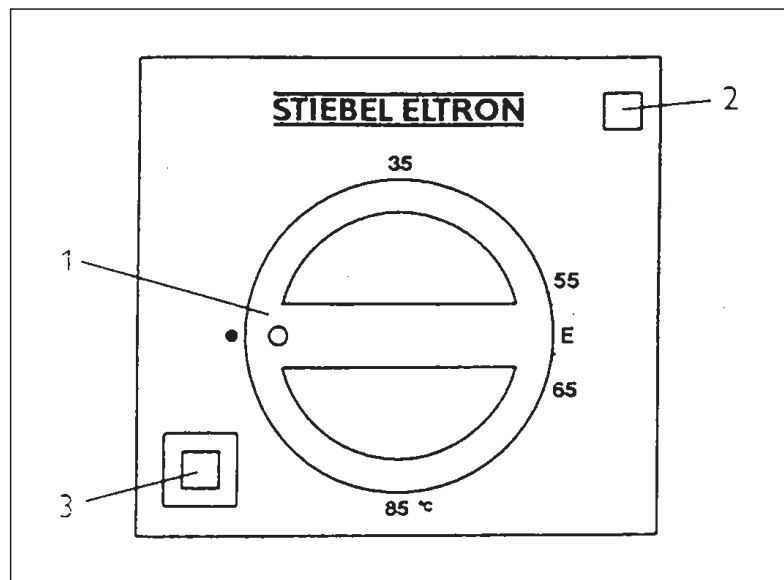

Fig. 2
Ajuste de la temperatura sin solución de continuidad desde aprox. 35 hasta aprox. 85 °C (fig. 2).
Discrecionalmente se puede activar el calentamiento rápido presionando el pulsador (fig. 2, pos. 3). Cuando se alcanza la temperatura ajustada, el calentamiento rápido se desconecta y ya no se vuelve a activar.
► **Funcionamiento como calentador (HFA 30-150 Z)**. El HFA 30-150 Z calienta una vez el contenido de agua del termo-acumulador. Cada operación de calentamiento se debe activar presionando el pulsador (fig. 2, pos. 3).
Botón selector de temperatura (fig. 2, pos. 1)
En los modelos HFA 30-150 E y HFA 30-150 Z, en el funcionamiento monocircuito y como calentador, **el piloto señalizador** del cuadro de mandos (fig. 2, pos. 2) brilla durante el calentamiento.